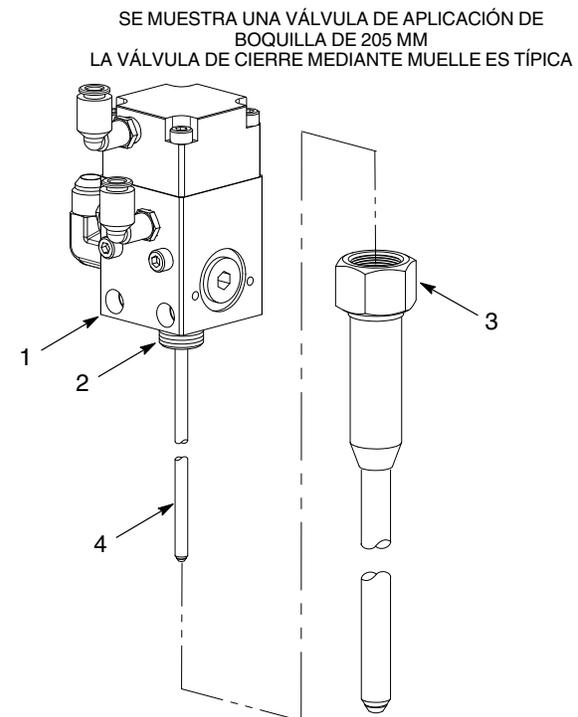

Figura 8 Limpieza de una boquilla bloqueada
4. Ver la figura 8. Llevar a cabo el siguiente procedimiento:
- a. Extraer con cuidado la boquilla (3) de la válvula de aplicación (1).
- b. Limpiar la boquilla (3) y las roscas de la válvula de aplicación (2) con un disolvente compatible.
- c. Limpiar el vástago del pistón (4) en el cierre del muelle y las válvulas de aplicación de boquilla de 205 MM con un disolvente compatible.
5. Lubricar las roscas de la válvula de aplicación (2) con un lubricante compatible.
6. Instalar la boquilla (3) y fijarla bien.